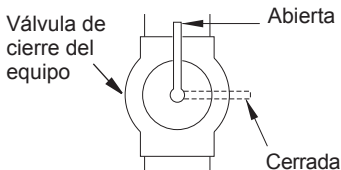

Figura 6 - Válvula de cierre del equipo
Instale la trampa de sedimentos en la línea de suministro como se muestra en la Figura 6. Coloque la trampa de sedimentos al alcance para limpiarla y donde no haya probabilidades de que el material atrapado se congele. Las trampas de sedimentos retienen la humedad y los contaminantes. Esto evita que ingresen en los controles del juego de leños. Si no se instala la trampa de sedimentos o si se la instala de forma incorrecta, es posible que el juego de leños no funcione adecuadamente.
1. Cierre la válvula de cierre del equipo (consulte la Figura 6).